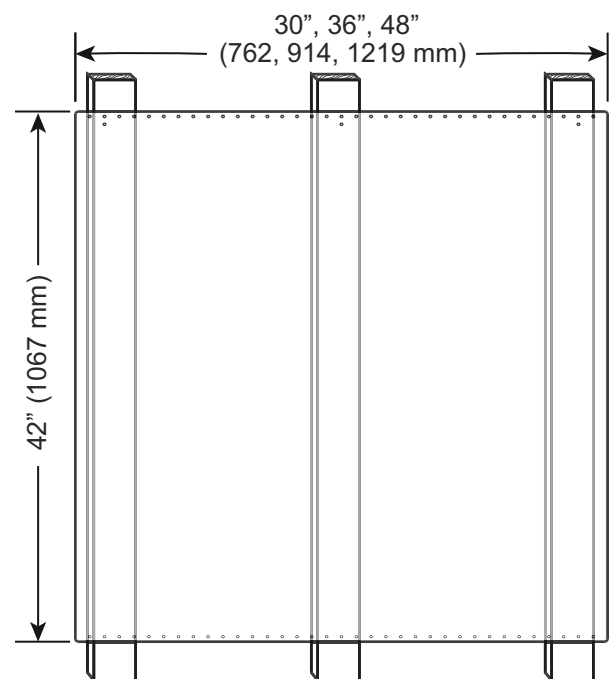

Figure 10 : Installation du dossieret de protection
- Utilisez deux vis fournies pour fixer le haut et le bas du dossieret de protection dans chaque montant de cloison (voir *Figure 10*).